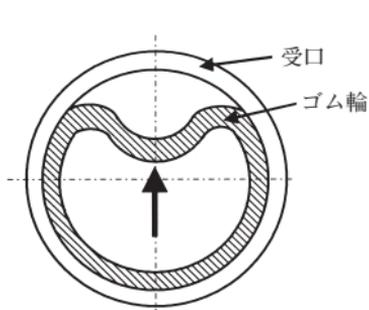
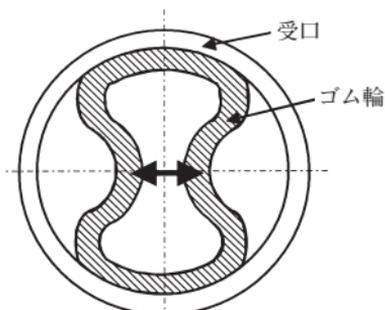

図7 ゴム輪の装着方法1
図8 ゴム輪の装着方法2
- (1) ゴム輪の装着は表示マーク(呼び径、管種など)、表裏、方向を確認し、図7または図8の方法で行う。